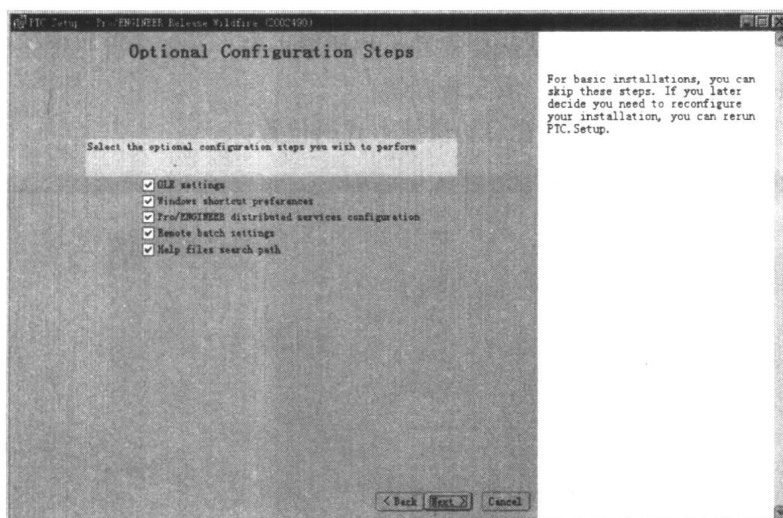

图 1.7 设定可选的运行环境
(7) 在如图 1.7 所示的对话框中可以选择程序执行时自动执行或自行设置的操作。
在如图 1.7 所示的对话框中包含如下 5 个复选框。